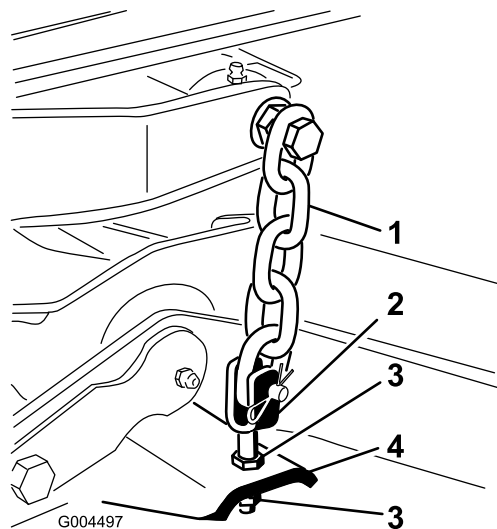

図 75
7. ブレードのピッチが 8 mm になるように、後のヨーク/チェーンを固定しているジャムナットで刈り込みデッキ後部の高さを調整する（図 75）。